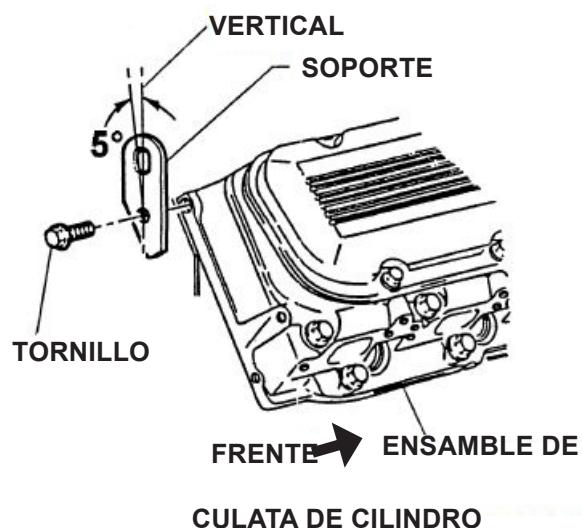

FIGURA 10
2. Apriete los pernos de los ganchos de elevación del motor a 35 pies lb. Vea la Figura 10.